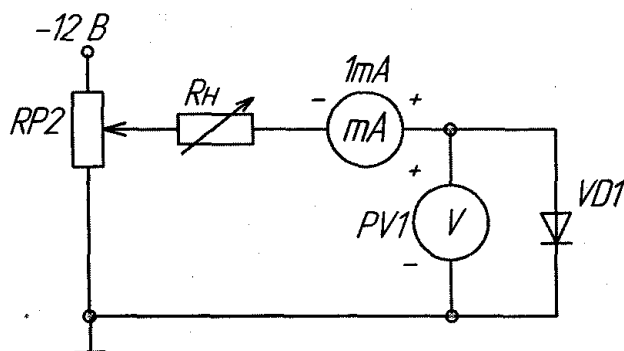

Рис. 2. Схема измерения обратной ветви ВАХ диодов.
3.2. Собрать схему (рис. 2) для снятия обратной ветви ВАХ $VD1$, подключив к $RP2$ источник «-12 В». Использовать миллиамперметр с пределом 1 мА, поменяв также его полярность подключения. Измерить обратную ветвь ВАХ диода. Повторить измерения, используя вместо $PV1$ внешний цифровой мультиметр. Результаты измерений занести в таблицу, по которой построить график обратной ветви ВАХ.